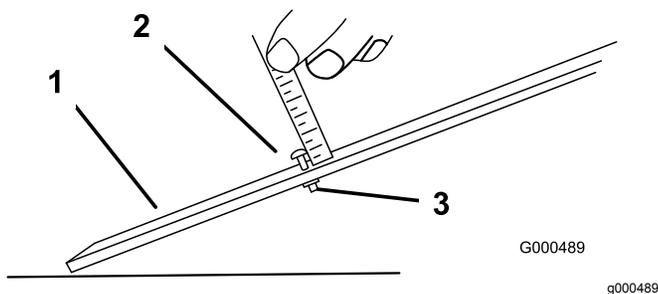

図 17
1. ゲージバーのナットをゆるめ、調整ボルトを希望の刈り高に合わせる 図 17